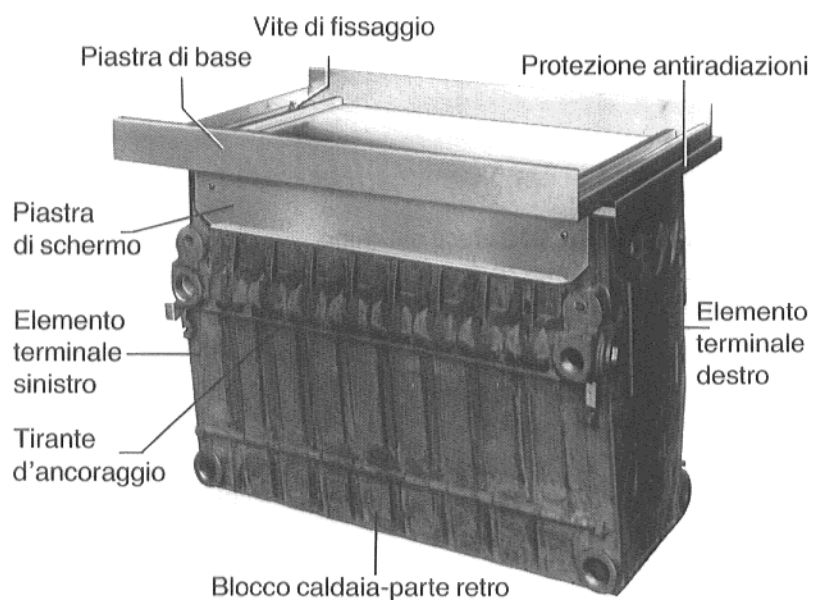

Fig. 8 – Figura esplicativa
- Smontare la **piastra di schermo** (Fig. 8).
- Svitare i **tiranti d'ancoraggio** agli elementi terminali (Fig. 8 e 9).